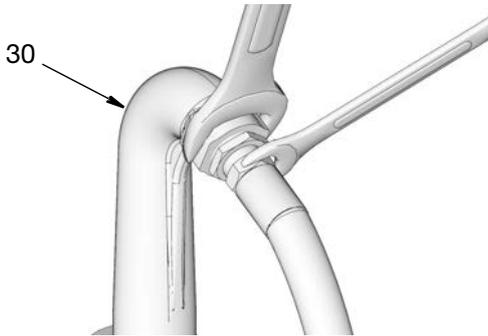

FIG. 9
- Fije el extremo de la manguera en la salida (30) usando dos llaves sobre las caras planas, trabajando en sentidos opuestos, para apretar con seguridad la manguera en el accesorio de salida (Fig. 9).